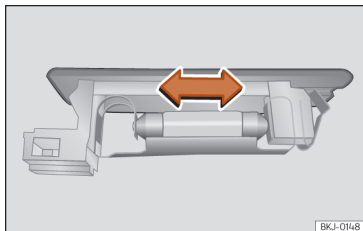

Fig. 169 Luz da bagageira.
- Pressione a lâmpada lateralmente e retire-a do alojamento >>> Fig. 169.